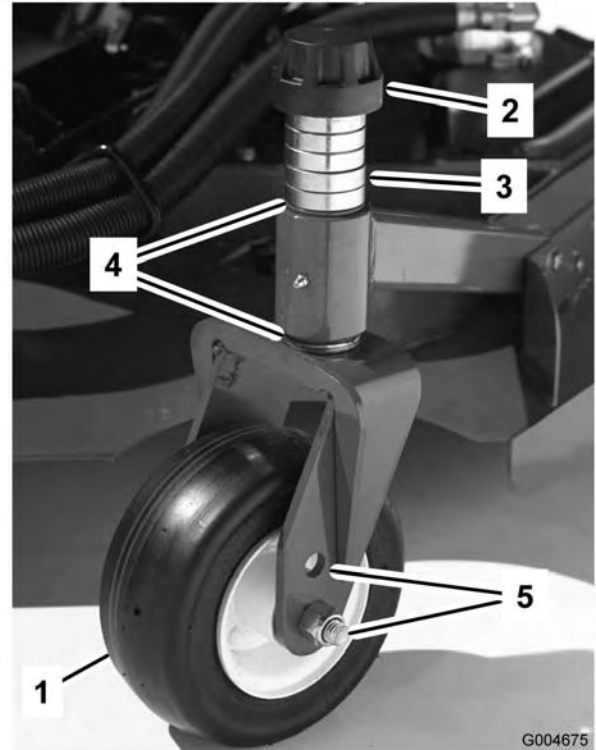
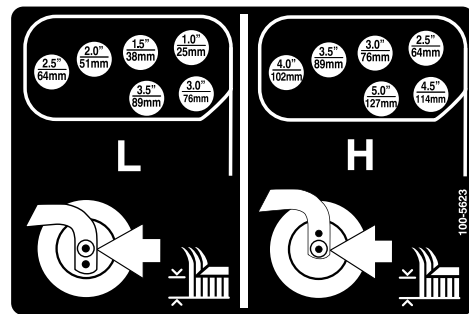
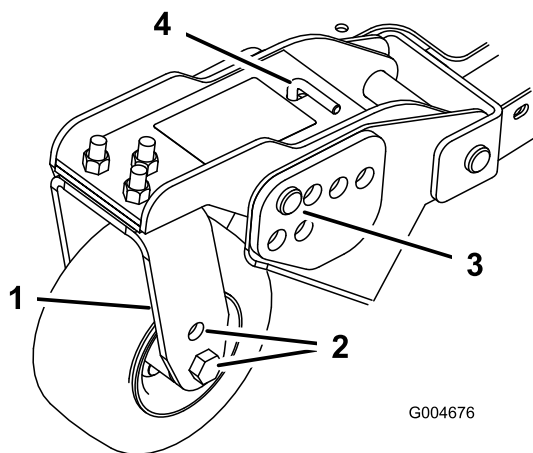

Bild 18
Bild 21
Bild 20
1. Stecken Sie die Laufradachsen in allen Gabeln in die gleichen Löcher (Bild 18 und Bild 20). Siehe die nachstehende Tabelle, um das richtige Loch für die jeweilige Einstellung festzustellen.
2. Entfernen Sie die Spannkappe von der Spindelwelle (Bild 18) und ziehen die Spindel aus dem Laufradarm heraus. Ziehen Sie zwei
4. Entfernen Sie den Splint und den Lastösenbolzen von den Laufradgelenkarmen (Bild 20).
5. Drehen Sie die Spannstange, um den Gelenkarm anzuheben oder abzusenken, bis die Löcher mit den ausgewählten Löchern in der Schnitthöhenhalterung im Mähwerkrahmen ausgerichtet sind (Bild 20 und Bild 21).